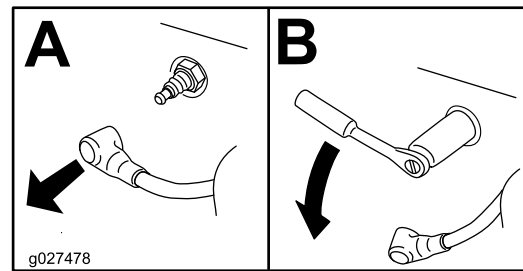

Figura 37
3. Retire la bujía (Figura 37).